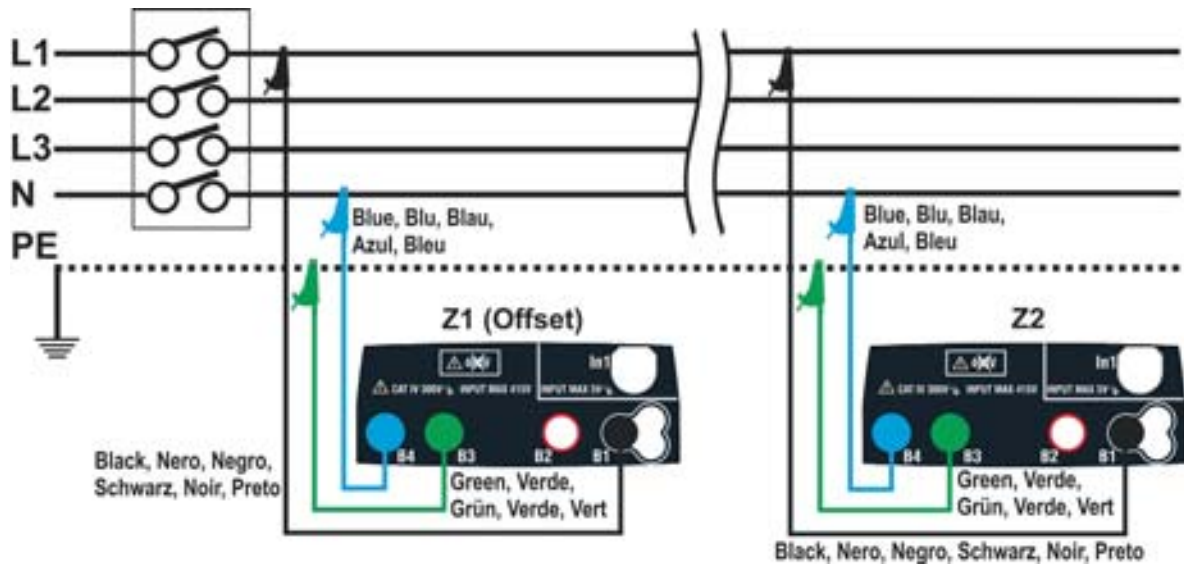

Fig. 34: Collegamento strumento per misura caduta di tensione in modo L-N
6. Passare al punto 9 nel caso in cui sia stato inserito manualmente il valore della Z_1 (Offset). **Nel caso in cui NON sia stato inserito manualmente il valore della Z_1 (Offset)** collegare lo strumento nel punto iniziale della linea in esame (tipicamente a valle della protezione) in accordo alle Fig. 34 o Fig. 35 al fine di eseguire la prima misura di impedenza **Z_1 (Offset)**. In tal caso lo strumento eseguirà la misura di impedenza presente a monte del punto iniziale della linea assumendola come riferimento iniziale. La seguente videata (relativa alla misura L-L) è mostrata a display
9. Collegare lo strumento nel punto finale della linea in esame in accordo alle Fig. 34 o Fig. 35 in modo da eseguire la misura di impedenza a fine linea **Z_2** . La videata a fianco è mostrata a display. Notare la presenza a display del valore Z_1 (Offset) precedentemente misurato